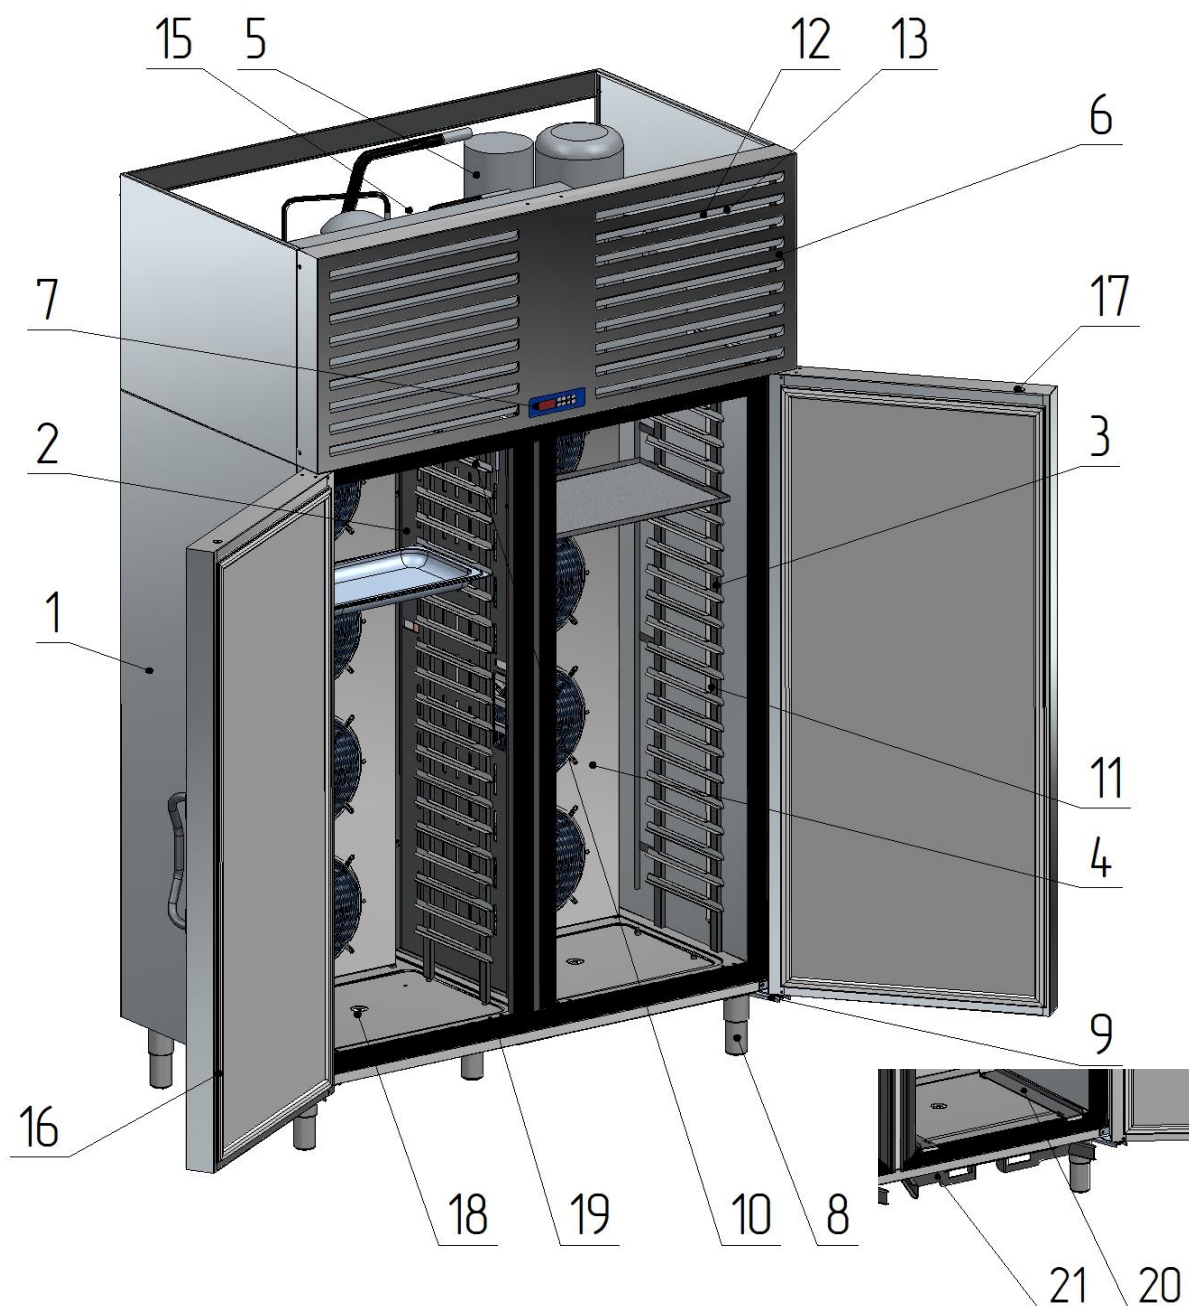

Рис. 9 Устройство шкафов ШОК-40 и ШОК-40-01
Устройство шкафа приведено на рис. 9.
14. датчик температуры (находятся под кожухом вентиляторов испарителя в левом верхнем углу, на рис. 9 не показан);